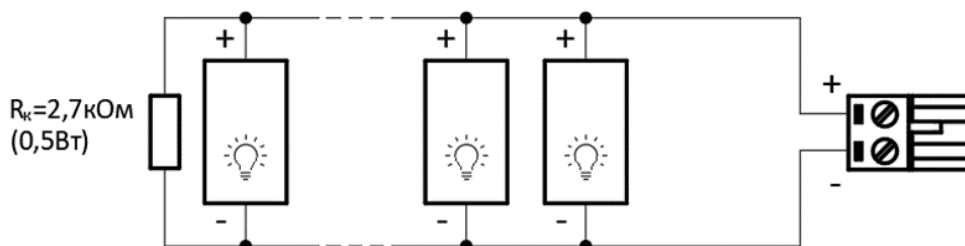

Рисунок 13 - Схема підключення виходів з контролем лінії (x – номер виходу)
Схема підключення до виходів з контролем лінії показана на рис.13.
1. Зняти кришку передньої панелі, для цього треба викрутити 4 гвинти, по 2 з кожного боку, та обережно зняти кришку з передньою панеллю (див. рис. 13);
3. Витягнути запобіжник FU3 30A(40A) (рис. 13);